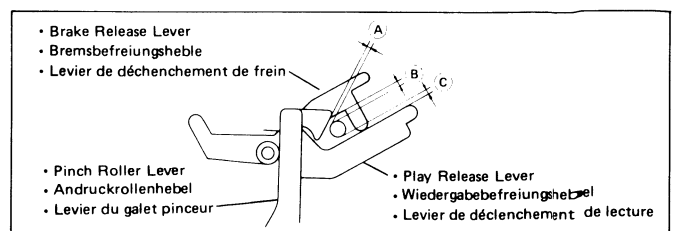

Figure 6-3 Abbildung 6-3
Place the set in play mode, and see that the pinch roller lever moves to create the gaps (A), (B) and (C) as shown in Fig. 6-3.
Das Gerät auf Wiedergabebetrieb einstellen und überprüfen, ob durch die Bewegung des Andruckrollenhebels die in der Abb. 6-3 gezeigten Zwischenräume (A), (B) und (C) erzeugt werden.
Placer l'appareil dans le mode de lecture et voir si le levier du galet pinceur se déplace pour créer les intervalles (A), (B) et (C) montrés sur la Fig. 6-3.